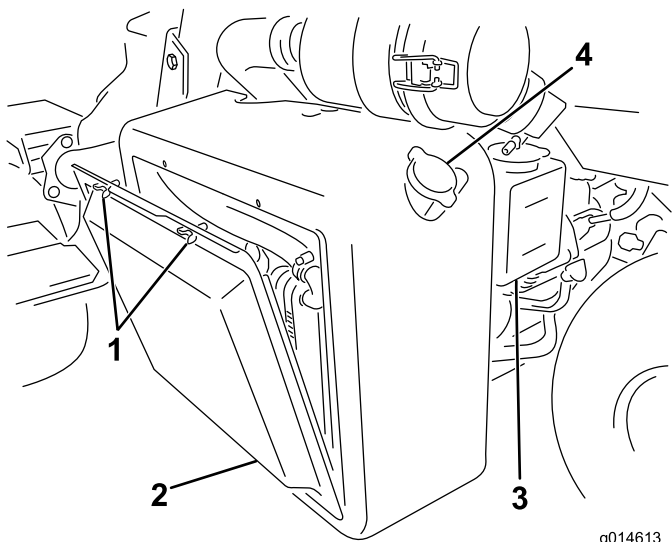
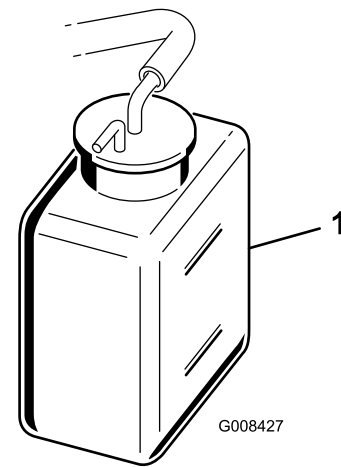

Figure 43
Figure 44
1. Retirez l'écran du radiateur (Figure 43).
2. Contrôlez le niveau de liquide de refroidissement (Figure 43 et Figure 44).